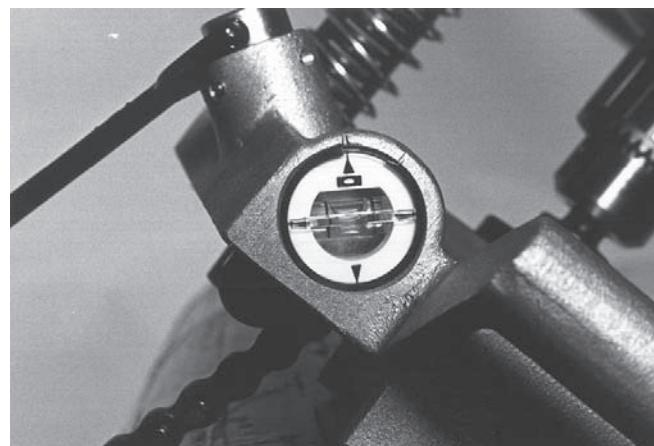

Abbildung 6 – HC-450 Wasserwaage der Lochsäge
4. In der Basis der HC-450 Lochsäge befindet sich eine Wasserwaage, die zum Fluchten mehrerer Löcher verwendet werden kann. Wenn das Lochsägewerkzeug im gewünschten Winkel platziert ist, kann die Wasserwaage in die waagerechte Position gedreht werden und weitere Löcher können im selben Winkel geschnitten werden, indem man das Gerät mit der Wasserwaage nivelliert. (Siehe Abbildung 6.)